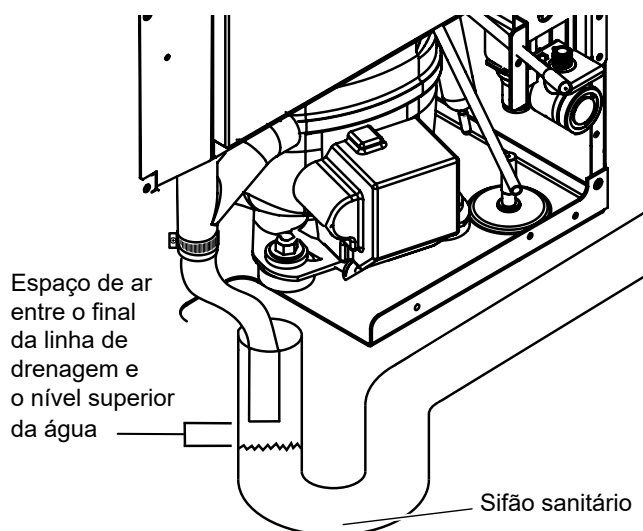

Figura 16: Exemplo de um dreno aberto.
- b. Sua tubulação de drenagem está conectada a um dreno aberto (Figura 16).